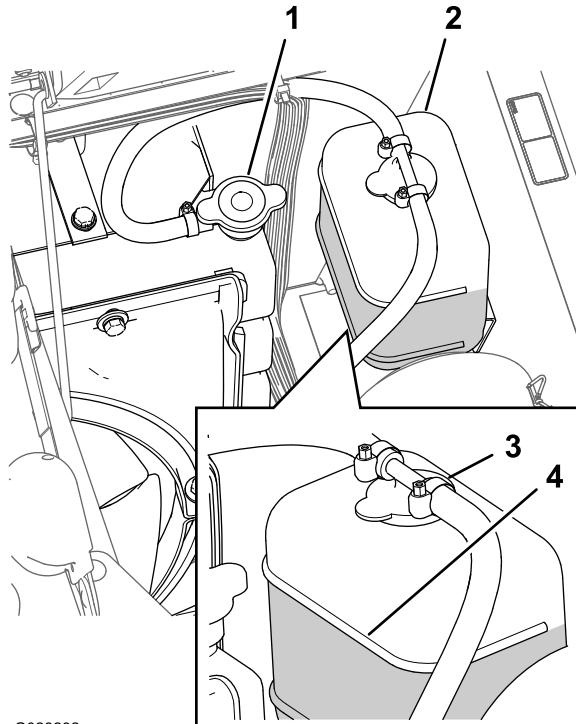

Figure 90
3. Retirez le bouchon du radiateur et le bouchon du vase d'expansion avec précaution (Figure 90).
Remarque: Le radiateur doit être rempli jusqu'en haut du goulot de remplissage et le vase d'expansion jusqu'au repère maximum (Figure 90).
5. Si le niveau de liquide de refroidissement est trop bas, enlevez le bouchon du vase d'expansion et le bouchon du radiateur. Remplissez le vase d'expansion jusqu'au repère maximum, et le radiateur jusqu'en haut du goulot de remplissage (Figure 90).
6. Remettez en place les bouchons du radiateur et du vase d'expansion (Figure 90).
6. Retirez le bouchon de radiateur (Figure 90).
8. Démarrez le moteur en ayant desserré légèrement le bouchon sur le radiateur (Figure 90).
10. Une fois le liquide de refroidissement chaud, faites l'appoint jusqu'à la surface d'étanchéité du bouchon et serrez ce dernier (Figure 90).
11. Ouvrez le bouchon du vase d'expansion et versez du liquide de refroidissement jusqu'au niveau à froid (Figure 90).
2. Attendez que le moteur soit froid, puis retirez le bouchon du radiateur (Figure 90).